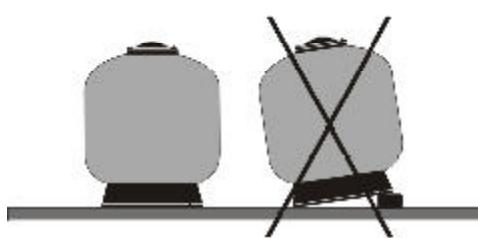

FIG.4
- Colocar os filtros no seu local definitivo tendo em conta que a base deverá ficar completamente apoiada no solo e sobre um plano totalmente horizontal. (**FIG.4**)